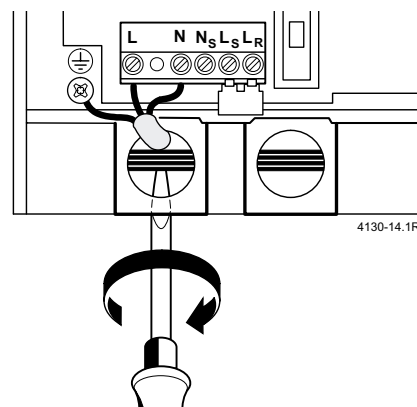

Bild 14
- Kabel durch Zugentlastung führen und anschließen, Bild 14.